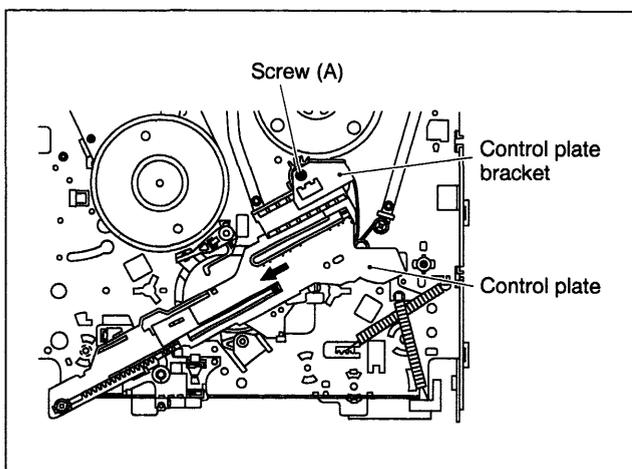

Fig. 2-2-23
- (1) Remova o parafuso (A) que fixa a placa de controle e remova-a
- (2) Deslize a placa de controle com indicado pela seta e remova a placa de controle (Veja Fig 2-2-23)